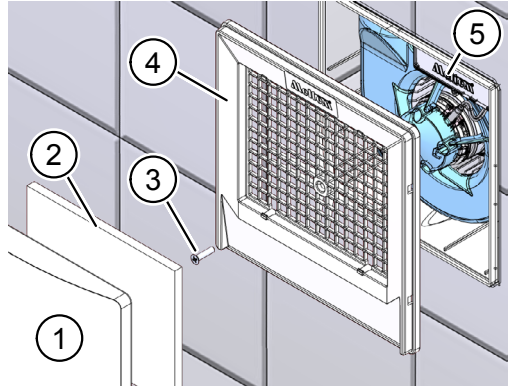

Abb. 11: Anschlussdeckel entfernen
- ▶ Greifen Sie an einer Ecke von unten in den Ansaugdeckel (Pos. 1 in Abb. 11) und ziehen Sie den Ansaugdeckel vom Filterträger (Pos. 4 in Abb. 11) ab.
- ▶ Entfernen Sie den Luftfilter (Pos. 2 in Abb. 11).
- ▶ Entfernen Sie die M6-Senkkopfschraube (Pos. 3 in Abb. 11).
- ▶ Entfernen Sie den Filterträger (Pos. 4 in Abb. 11).
- ▶ Entfernen Sie den Anschlussdeckel (Pos. 5 in Abb. 11). Die Potentiometer zur Einstellung der Lüfterfunktion befinden sich hinter dem Anschlussdeckel.
- ▶ Setzen Sie den Anschlussdeckel (Pos. 6 in Abb. 11) wieder ein.
- ▶ Setzen Sie den Filterträger (Pos. 5 in Abb. 11) auf.
- ▶ Befestigen Sie den Filterträger mit der M6-Senkkopfschraube (Pos. 4 in Abb. 11).
- ▶ Setzen Sie den Luftfilter (Pos. 2 in Abb. 11) und den Ansaugdeckel (Pos. 1 in Abb. 11) auf das Gerät auf.